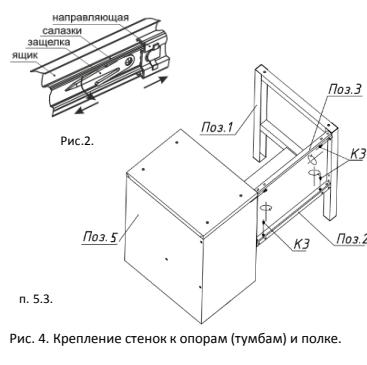

Рис. 4. Крепление стенок к опорам (тумбам) и полке.
5.5. Прикрепите Стенку поз. 3 к Опорам (Тумбам) и Полке, с помощью винтов К3 (см. Рис. 4).